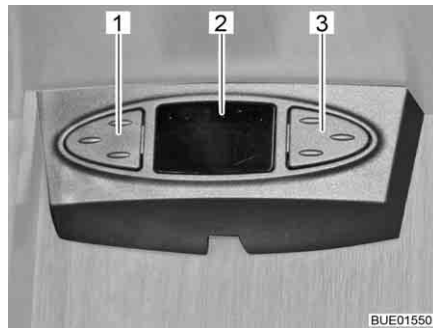

Fig. 35 Ratón satélite
Según el modelo, la instalación de antena parabólica estará equipada con un ratón satélite. La visualización (Fig. 35,2) del ratón satélite indicará el canal ajustado. Con las dos teclas se pueden manejar las funciones básicas de la instalación de antena parabólica (cambiar de programa, conectar/desconectar).
- Seleccionar el programa anterior de la lista de programas: Pulsar la tecla izquierda (Fig. 35,1).
- Seleccionar el programa siguiente de la lista de programas: Pulsar la tecla derecha (Fig. 35,3).
- Cambiar de radio a televisión y viceversa: Pulsar las teclas (Fig. 35,1 y Fig. 35,3) brevemente al mismo tiempo.
- Conectar/desconectar el receptor: Pulsar las teclas (Fig. 35,1 y Fig. 35,3) al mismo tiempo y mantenerlas pulsadas.